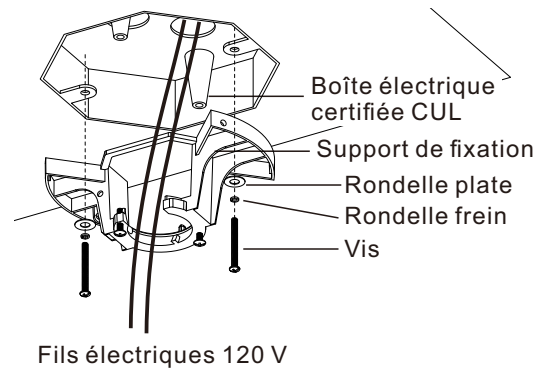

Figure 10
Étape 1: Faites passer les câbles d'alimentation 120 volts par le centre du support de suspension au plafond, comme indiqué (voir fig. 10).